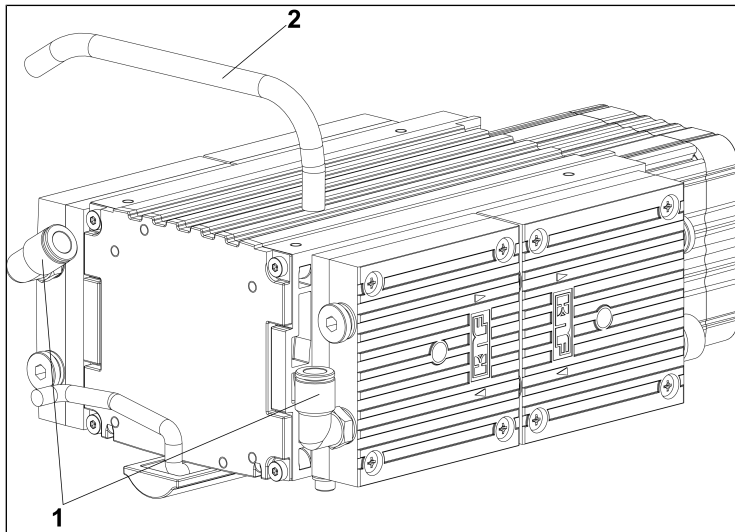

Fig.5: Desmontaje de la conexión
1. Aflojar el tubo de conexión (2/ Fig. 5) apretando hacia abajo y manteniendo presionado el anillo de aflojamiento (1/ Fig. 5).
2. Tirar del tubo de conexión (2/ Fig. 5) con cuidado para retirarlo de la junta roscada.
1. Introducir el tubo de conexión (2/ Fig. 5) hasta el tope en la conexión.